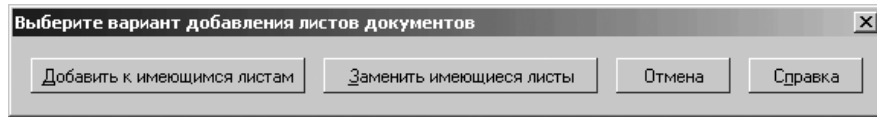

Рис. 5.121. Диалоговое окно
- найдите ранее сохраненное задание на печать с расширением \*.pjd , а затем щелкните по кнопке открыть. Появится диалоговое окно **Выберите вариант добавления вставки документов** рис. 5.121.